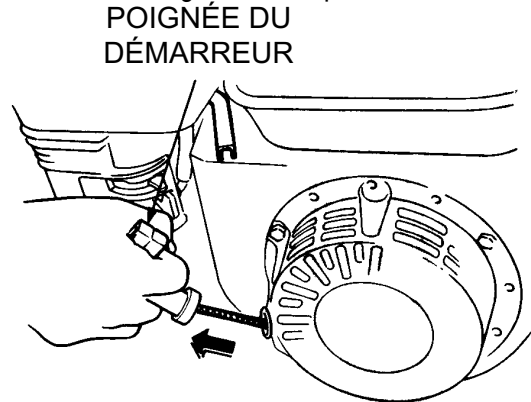

Figure 17. Poignée du démarreur
- Saisissez la poignée du démarreur (Figure 17) et tirez-la lentement vers l'extérieur. La résistance devient plus forte dans une certaine position, ce qui correspond au point de compression. Tirez la poignée du démarreur vivement et régulièrement pour faire démarrer.